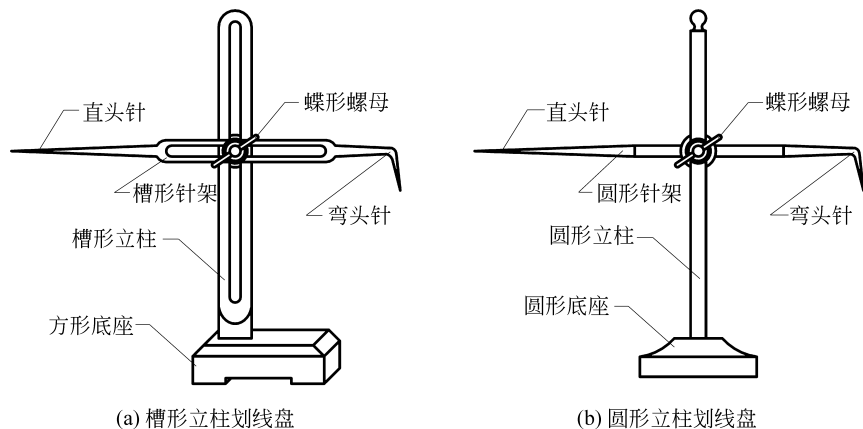

图 3-13 普通划线盘结构
(1) 划线盘的规格。划线盘的规格按立柱的长度分为 200mm、250mm、300mm、400mm、450mm 五种。
(2) 划线盘的种类和结构。划线盘分为普通划线盘和球座划线盘两类。
① 普通划线盘。普通划线盘按照立柱的不同,又分为槽形立柱和圆形立柱两种,结构如图 3-13 所示。槽板针架上的直头针用来划线,弯头针用来找正工件位置。